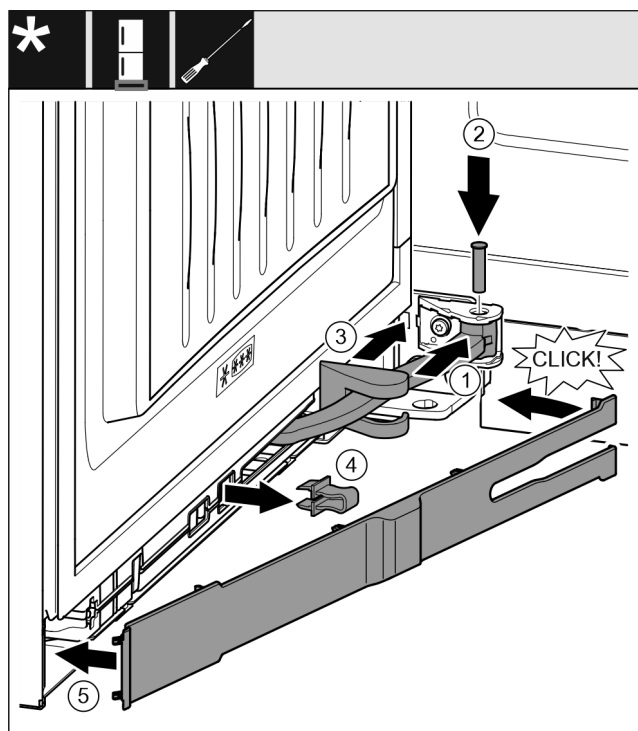

Fig. 41
- ▶ Rotiți articulația Fig. 41 (1) în sistemul de suspendare.
- ▶ Introduceți cu o șurubelniță bolțul Fig. 41 (2) în sistemul de suspendare și articulație. Urmăriți ca respectiva camă de fixare să fie așezată corect în canelură.
- ▶ Împingeți capacul suportului de lagăr Fig. 41 (3) de-a lungul articulației și montați-l deasupra sistemului de suspendare.
- ▶ Detașați siguranța Fig. 41 (4).
- ▶ Aplicați masca Fig. 41 (5) pe partea mânerului și rabatați în interior.